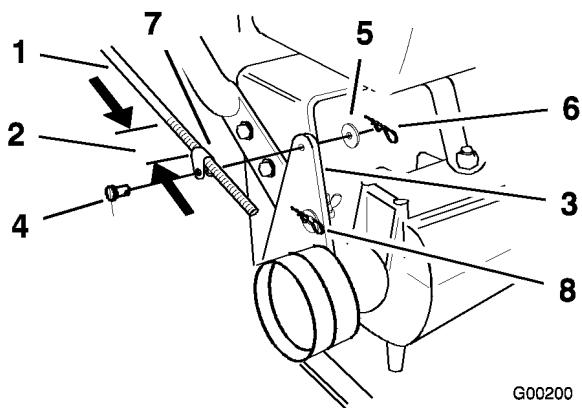

Figura 10
- Asegúrese de que los acoplamientos de la varilla están enroscados la misma distancia en cada varilla de control. Los acoplamientos de la varilla deben estar a aproximadamente 89 mm (3-1/2 pulg.) desde el inicio de las roscas en la posición más baja de los manillares (Figura 10).
- Deslice los pasadores por los acoplamientos y los taladros de montaje en los soportes de la polea tensora (desde fuera) (Figura 10). Fije con arandelas y pasadores de horquilla (Figura 10).